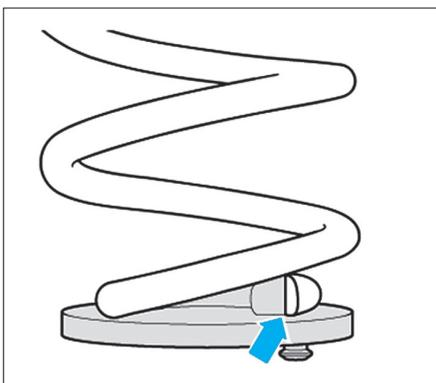

Fig. 14
- Positionner la coupelle inférieure sous le ressort, en butée contre l'extrémité de sa spire inférieure (Fig.14).